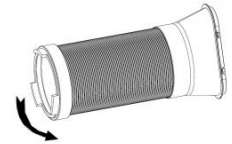

Fig.6
* Verbind de uitlaatpijp met ronde verbinding (zoals weergegeven in Fig.6).